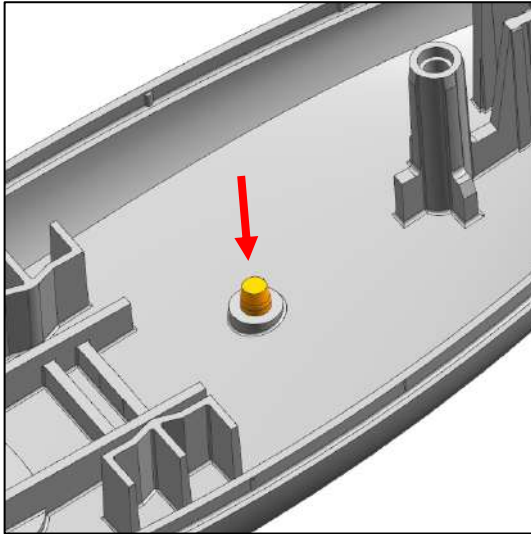

Abb. 13
- a) Drücken Sie den Lichtleiter nach außen aus dem Gehäuse heraus (Abb. 13).